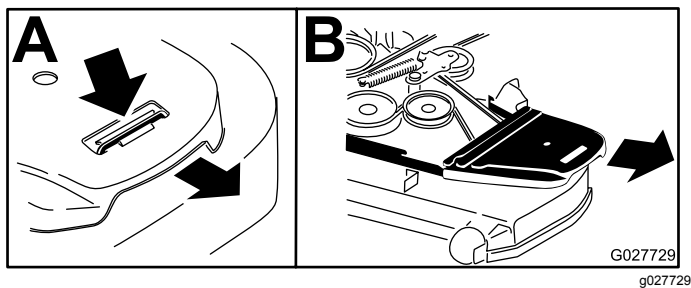

Figura 92
5. Retire la cubierta de plástico de la correa (Figura 92).
4. Retire las cubiertas de la correa (Figura 92).